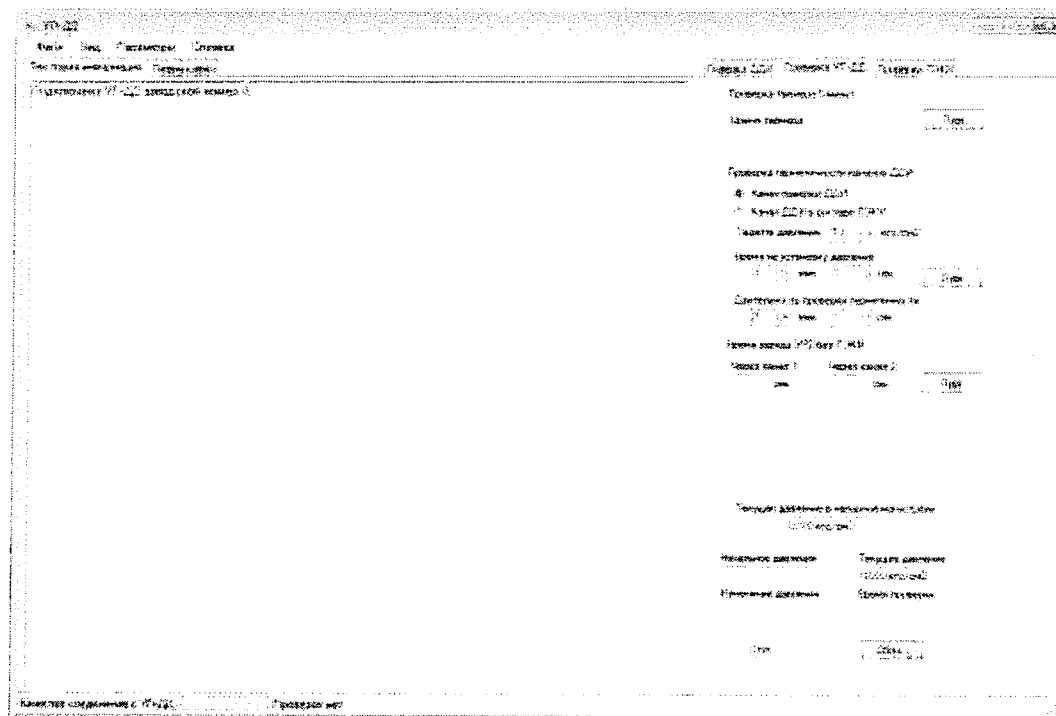

Рисунок 9 - Основное окно программы в автоматическом режиме при проверке УП-ДД
1.3.2.7 Основное окно программы в автоматическом режиме работы УП-ДД при проверке УП-ДД показано на рисунок 9.
1.3.2.7.1 Закладка «ПРОВЕРКА УП-ДД» – позволяет произвести проверку УП-ДД в автоматическом режиме при испытаниях УП-ДД (см. рисунок 9)